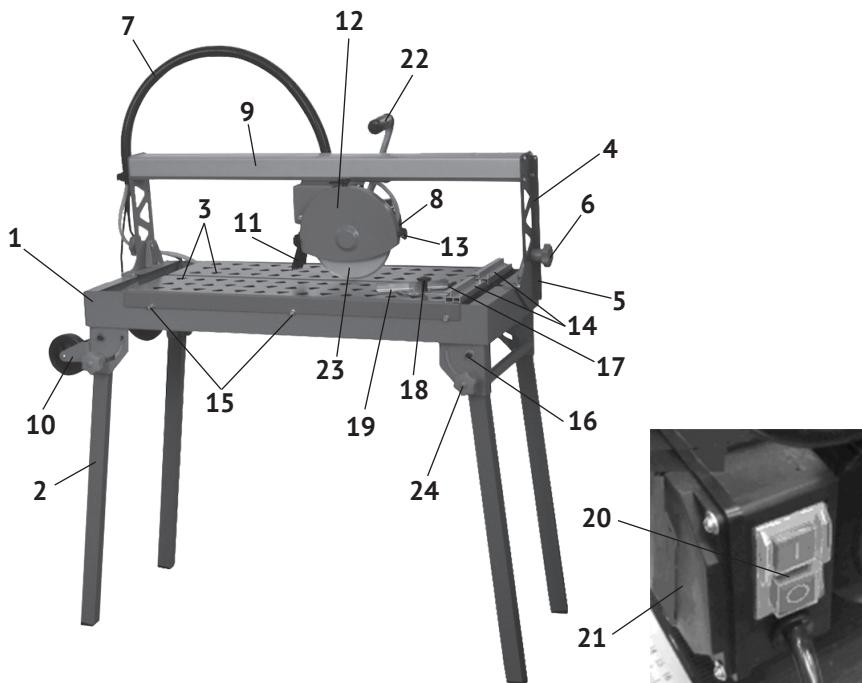

рис.1
1.6 Общий вид и элементы плиткореза представлены на рис.1
1.7 Асинхронный двигатель (рис.1 поз.8) с блоком управления (рис.1 поз.21) и выключателем (рис.1 поз.20) крепится на кронштейне. Кронштейн, двумя колёсами на монорельсе, перемещает блок режущий (двигатель с блоком управления и отрезным кругом) по салазкам (рис.1 поз.9) вдоль длины рабочего стола (рис.1 поз.3). На вал якоря, между опорным и зажимным фланцами крепится отрезной круг (рис.1 поз.23). Это основной рабочий инструмент плиткореза.
1.8 Выключатель – магнитный пускатель (рис.1 поз.20) расположен на блоке управления. Он имеет две кнопки: зелёная с символом «1» - включение двигателя и красная с символом «0» - выключение двигателя.
На крышке защитного кожуха (рис.1 поз.12) стрелкой указано направление вращения круга.
- вставить ножки (рис.1 поз.2) в отверстия кронштейнов основания (рис.1 поз.1) и закрепить их винтами (рис.1 поз.16). В этом положении ножки могут складываться для транспортировки;
- фиксация ножек в рабочем положении осуществляется винтами (рис.1 поз.24);
- прикрепить (если не установлены) к основанию кронштейны с колёсами (рис.1 поз.10);
- закрепить рукоятку головки режущей (рис.1 поз.22) на кронштейне двигателя;
- закрыть отверстие в поддоне (рис.1 поз.1) пробкой (входит в комплект поставки) и залить воду так, чтобы заборная часть насоса была полностью погружена в воду.
- проверить шлангоукладчик (рис.1 поз.7) со шлангом, не перекручен, свободно перемещается за блоком режущим;
- ослабить с двух сторон винты фиксации угла наклона (рис.1 поз.6);
- повернуть салазки (рис.1 поз. 9) с режущим блоком на нужный угол, по показателям шкалы (рис.1 поз.5);
- снять кожух защитный (рис.1 поз.12), открутив два винта-барашка (рис.1 поз.13);